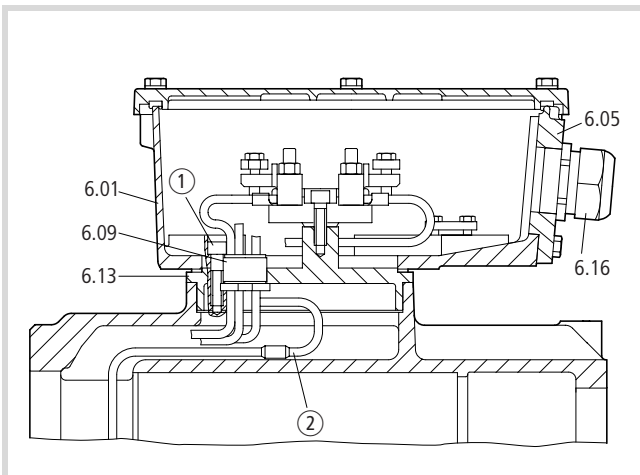

Abbildung 14: Klemmenkasten von der Durchführungsplatte nehmen
- ① Anschlüsse
- ② Trennstelle
- ③ Befestigungsschraube
- ▶ Nach dem Herausschrauben der vier Schrauben ③ heben Sie den Klemmenkasten vom Gehäuse ab.
- ▶ Lösen Sie die Befestigungsschrauben ① (→ Abb. 14).
Zum Abklemmen der Statorwicklung bei Motoren mit vergossenen Aderdurchführungen gehen Sie wie folgt vor (→ Abb. 14):